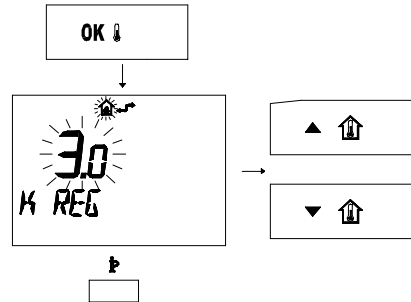

fig. 5.61
- Premere il pulsante *OK* per arrivare alla finestra *K REG* (fig. 5.61)
- Premere il pulsante per uscire dalla modalità *I NFO*. (fig. 5.61)